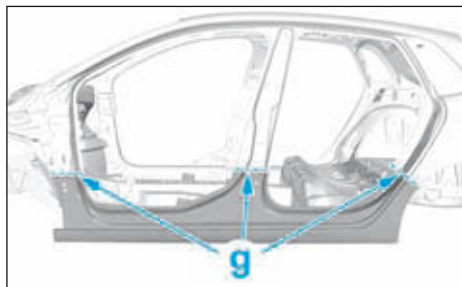

FIG.116
- cordons MAG en (g) puis meuler les cordons de soudure (Fig.116),